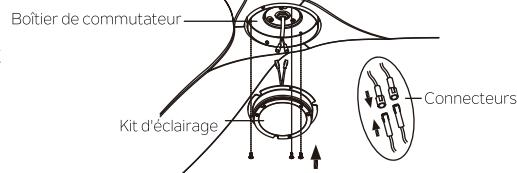

Fig. 26
**Étape 6.** Tenez le kit d'éclairage au niveau du boîtier de commutateur et connectez les fils BLANCS du kit d'éclairage et du ventilateur en rapprochant les connecteurs. Procédez comme pour les fils NOIRS. (Fig.26)
**Étape 7.** Rangez les connexions soigneusement dans le kit d'éclairage. Alignez les trois trous arrondis sur le kit d'éclairage et le boîtier de commutateur. Serrez fermement les 3 vis retirés au cours de l'étape 5 pour fixer 5.(Fig.26)